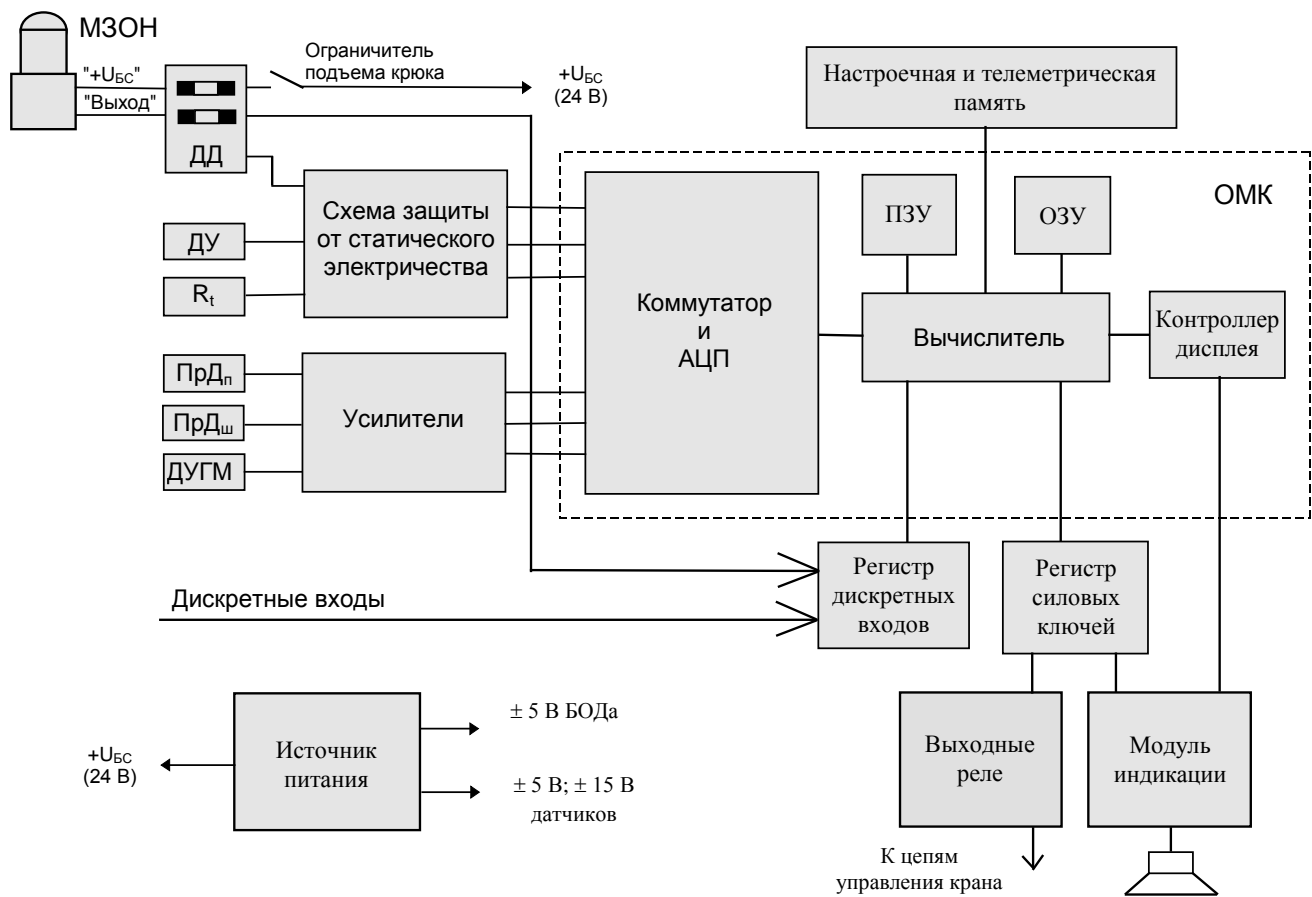

Рисунок 1 - Блок-схема ограничителя
1.4.1 Принцип действия ограничителя (рисунок 1) основан на последовательном опросе и преобразовании аналоговых сигналов с датчиков в цифровой код, определении угла и длины стрелы, расчете цифровыми методами величины вылета, высоты подъема (по заданным геометрическим размерам рабочего оборудования крана), а также вычислении фактической массы груза и степени загрузки крана с последующим их сравнением с предельно-допустимыми значениями при выбранном режиме работы.